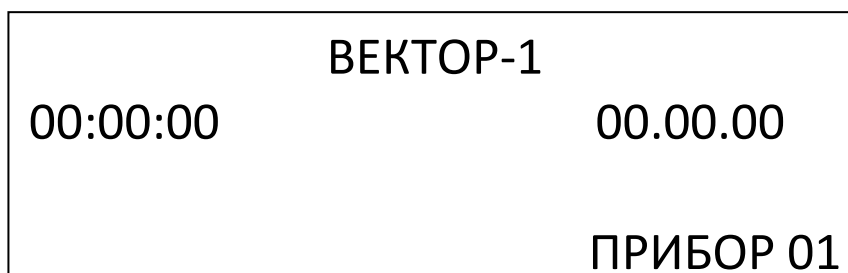

Рис. 8
1. Для окремого ППКП (з адресою 01) на верхній строчці представлена назва приладу, нижче час й дата, а ще нижче праворуч адреса приладу, як це показано на рис. 8
У цьому стані відтворення інформації на дисплеї можливо тільки на деякий час повернутись до попередньої інформації натисканням на кнопку "*". А потім у стані дисплея, що відтворює зображення, наприклад, що приведене на рис. 8, вводити коди доступу та проводити налаштування приладу, але про це будемо говорити у наступних розділах.